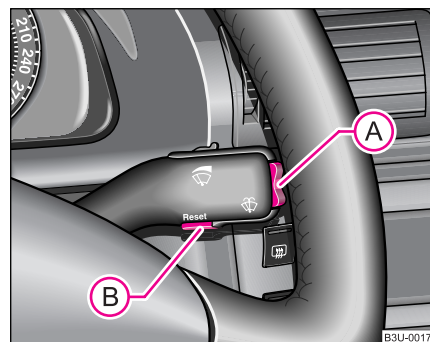

Fig. 11 Display-ul cu informații: Elementele de comandă
- Meniul se activează prin apăsarea tastei basculante **A** ♥ fig. 11 mai mult de 1 secundă. ▶
- De la tasta basculantă (A) puteți selecta diferitele meniuri. După o scurtă apăsare pe tasta (B) sau după eliberarea tastei basculante (A) (după cca. 4 s) se va afișa informația selectată.
După 10 secunde sau după acționarea tastei basculante (A) ▼ pagina 22, fig. 11 indicațiile de avarie se șterg și se stochează la punctul **CAR STATUS (STATUT AUTOV.)**.